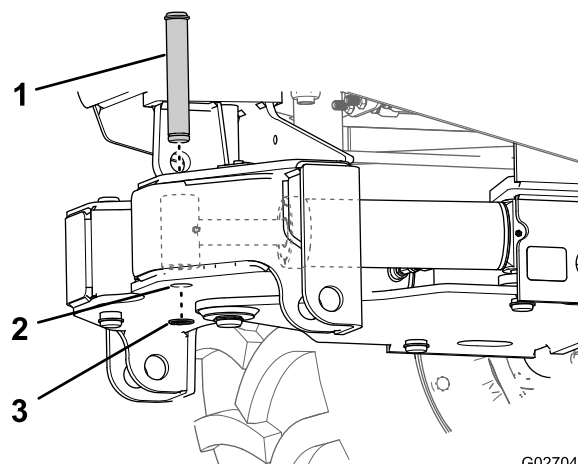

Figura 29
4. Introduzca un pasador (1-1/4 x 7-5/8 pulgada) por los taladros del bastidor de giro y los acoplamientos de la varilla, y sujete el pasador con un anillo de retención (1-1/8 pulgada), según se muestra en Figura 29.